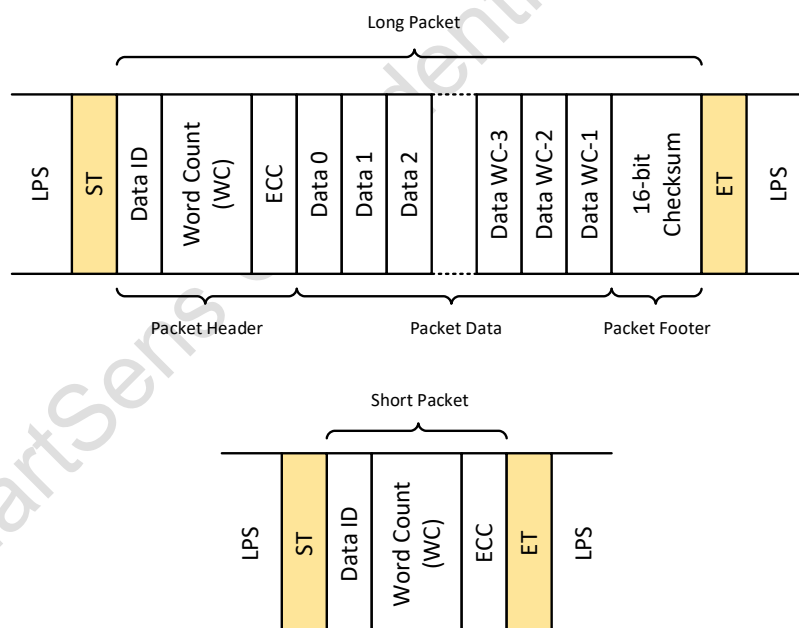
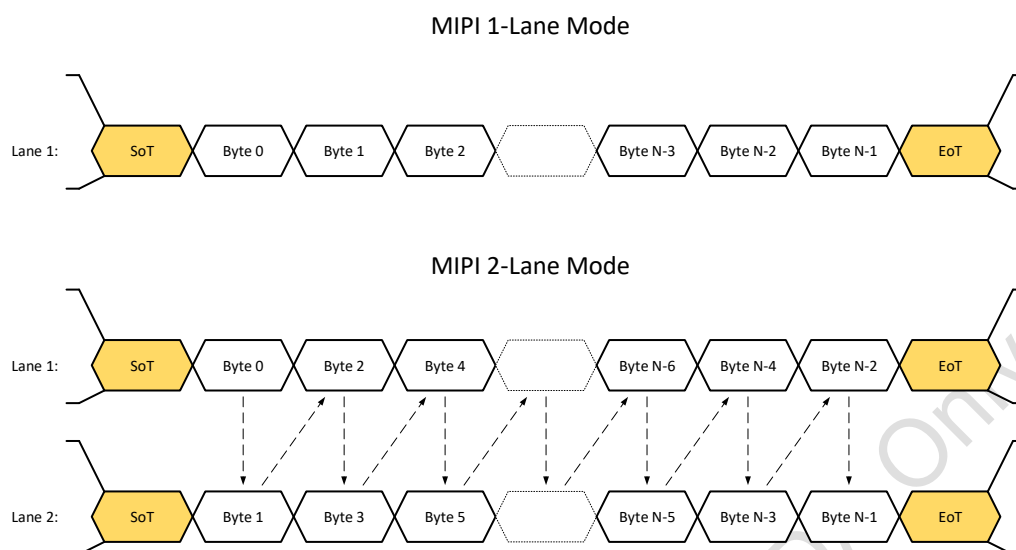
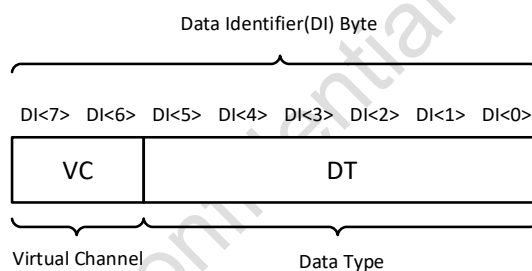

图 1-9 MIPI 长/短数据包结构示意图
图 1-10 MIPI 1/2lane 模式数据包传输示意图
图 1-11 MIPI 数据包 DI 结构
图 1-9 展示了 MIPI 长、短数据包结构示意图。其中数据标识 DI(Data Identifier)用来区分不同的数据包类型。图 1-10 展示了 MIPI 工作在 1lane 和 2lane 模式下的数据包传输示意图。图 1-11 中，DI 包括两部分，分别是虚拟通道 (VC) 和数据类型 (DT)。默认情况下，Sensor 给出的 MIPI 数据 VC 值都是 0，而 DT 值如表 1-8 所示。